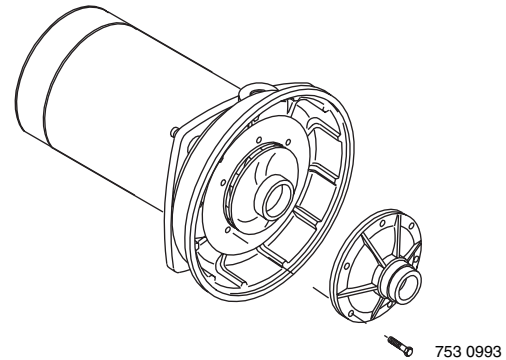

Figure 20 – Dépose du diffuseur
1. Déposer les quatre (4) vis de fixation du diffuseur sur la plaque d'étanchéité, puis déposer le diffuseur. (Figure 20). L'impulseur exposé peut maintenant être nettoyé.